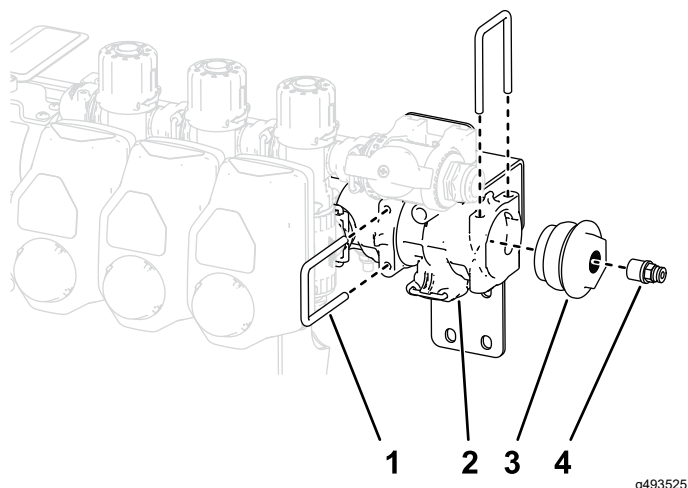

Figura 30
9. Demontai opritorul care fixează capul fitingului și elementul de cuplaj de la capătul seciunii supapei (Figura 30).